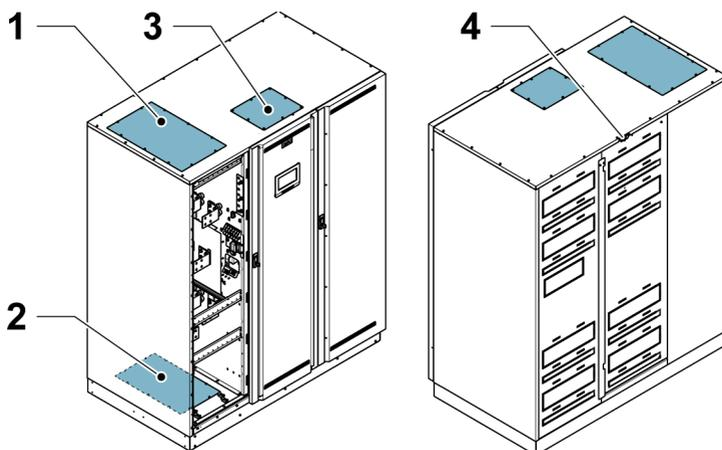

Рисунок 15. Размещение сальниковой панели
3. Кабель КиП вводят сзади через ввод или сальниковую панель для ввода коммуникационного кабеля. См. рисунок 15.